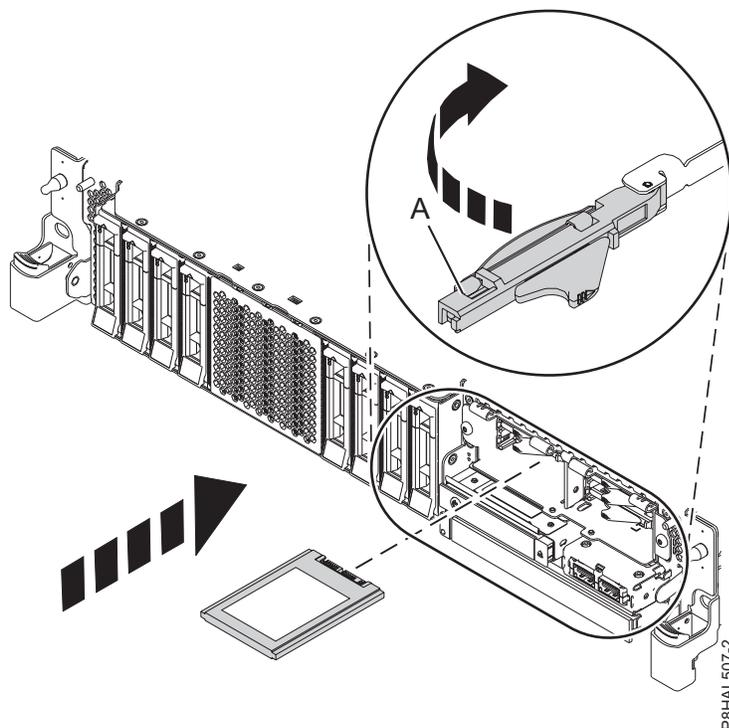

Figure 80. Remise en place d'une unité SSD dans un système à fonction étendue
15. Avec la poignée de la baie d'unité SSD (**A**) en position déverrouillée, tirez le levier vers l'extérieur pour accéder aux rails de guidage de l'emplacement SSD. Maintenez l'unité SSD par le dessous tout en l'alignant avec les rails de guidage de l'emplacement SSD. Pour plus d'informations, voir figure 80 , à la page 83.
20. Verrouillez l'unité en faisant tourner la poignée de la baie (**A**) dans la direction indiquée. figure 80, à la page 83.